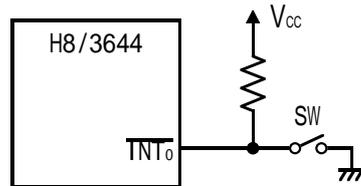

図1 スリープ（中速）モードへの遷移におけるスイッチ接続例
- (1) スリープ（中速）モードへの遷移を行ないます。
- (2) アクティブモードでプログラム実行中に、INT₀端子に接続したスイッチ入力によりINT₀割込みを発生させ、INT₀割込み処理終了後にSLEEP命令の実行によりスリープ（中速）モードへ遷移させます。
- (3) スリープ（中速）モードに遷移してから、1sec後にタイマA割込みによりスリープ（中速）モードを解除し、アクティブ（中速）モードへ遷移させます。
- (4) プログラム起動と同時にLEDを点灯し、スリープ（中速）モードへ遷移するとLEDを消灯します。そして、アクティブ（中速）モードへ遷移すると再びLEDを点灯します。
- (5) アクティブ（中速）モードから直接遷移によりアクティブ（高速）モードへ遷移します。
- (6) 図1にINT₀端子に接続するスイッチの接続例を示します。